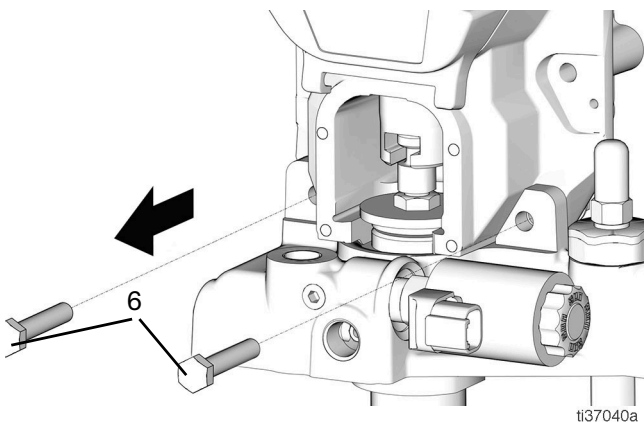

FIG. 70
30. Retirez les deux boulons (6) et les deux écrous (7) (FIG. 70).